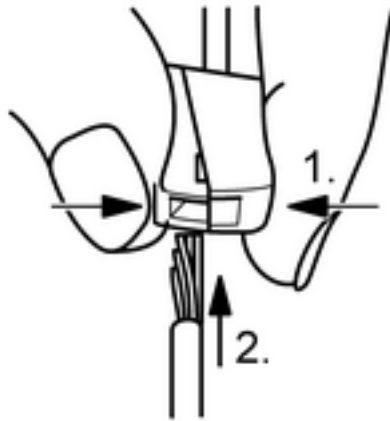

Figure 6: Raccordement du conducteur à fils de faible diamètre
- Serrer la borne sur le côté doté de l'ouverture carrée et raccorder le conducteur monofilaire (figure 6).